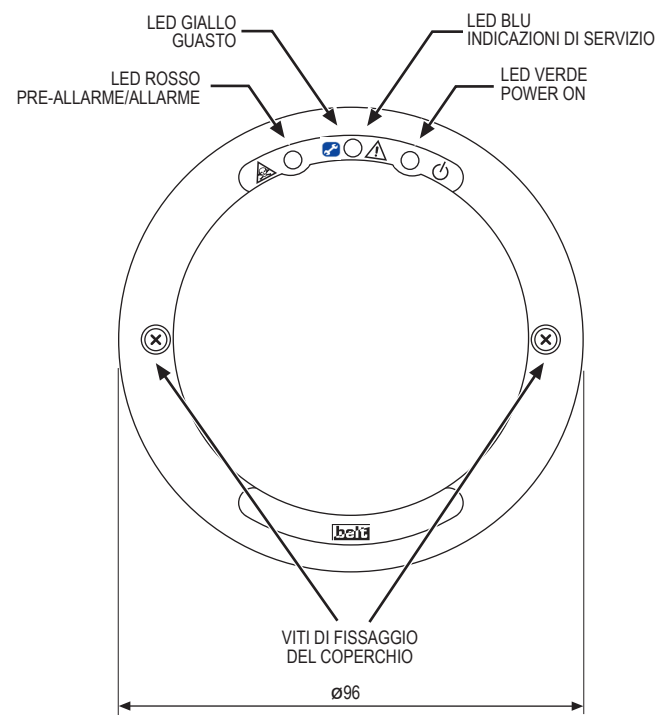

Figura 1: Vista esterna del rivelatore
- Aprire il contenitore, svitando le due viti di fissaggio del coperchio (vedi Figura 1).
- Aprire il rivelatore svitando le due viti come illustrato in Figura 1
- Chiudere il coperchio del rivelatore, assicurandosi di aver stretto le viti di bloccaggio (vedi Figura 1).
- Aprire il contenitore, allentando le due viti di fissaggio del coperchio (vedi Figura 1).